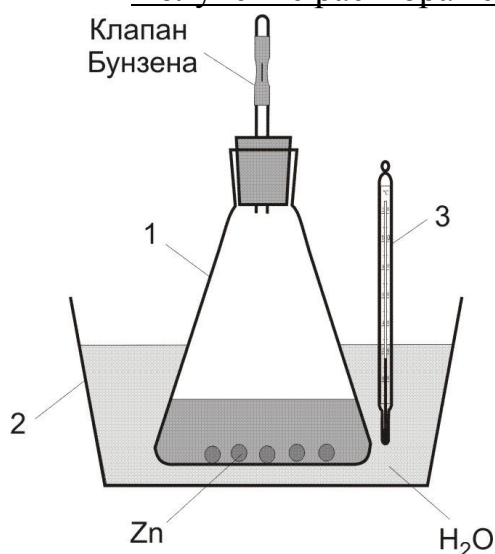

Рис.4. Восстановления
Полученный лимонно-желтый раствор перенесите в коническую колбу. Добавьте 7 г гранулированного цинка, закройте колбу пробкой с клапаном Бунзена и поместите в баню с водой (рис.4). Поддерживайте температуру воды в бане равной 15 - 20°C. Вначале раствор приобретает зеленую окраску соединения молибдена (V).